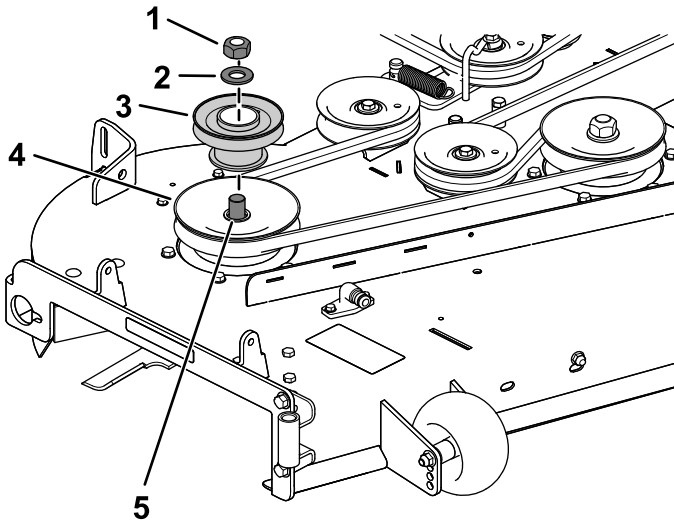

Figure 10
2. Montez l'ensemble poulies sur la poulie de plateau de coupe droit avec l'écrou et la rondelle retirés précédemment (Figure 10).